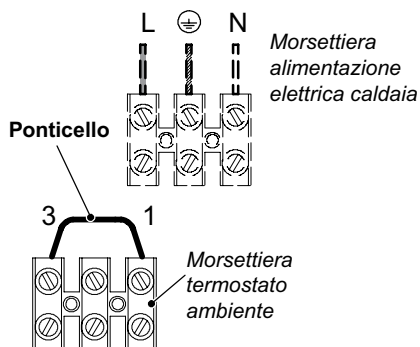

Figura 5.53
**Il ponticello elettrico collegato nella morsettiera termostato ambiente tra i morsetti "1 e 3" non va rimosso** Figura 5.53